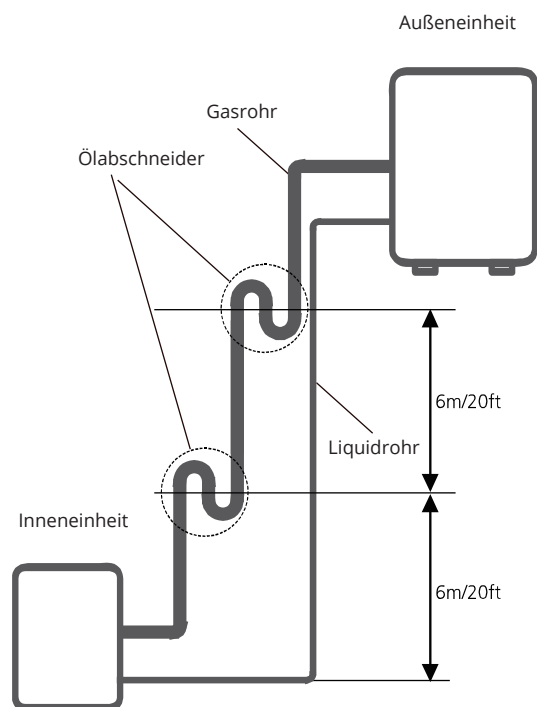

Abb. 7.4
- Es wird empfohlen, die vertikale Saugwirkung nicht übermäßig anzuheben. Die ordnungsgemäße Rückführung des Öls zum Kompressor sollte durch die Geschwindigkeit, mit der das Gas angesaugt wird, erfolgen. Wenn die Geschwindigkeit unter 7,62 m / s (1500 fpm) fällt, nimmt der Ölrücklauf ab. Es muss ein Ölabschneider alle 6 Meter (20Ft) des vertikalen Saugrohrs installiert werden. (Siehe Abb. 7.4)